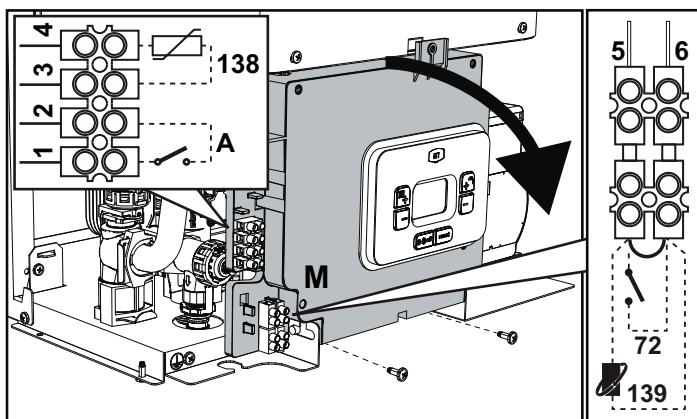
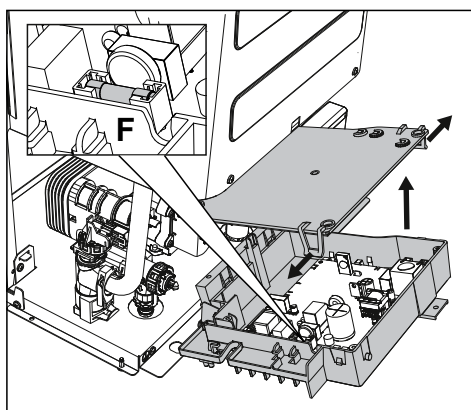

fig. 18
fig. 19
Dopo aver tolto il pannello frontale (sez. "Apertura del pannello frontale" a pag. 33) è possibile accedere alle morsettiere (M) e al fusibile (F) seguendo le indicazioni descritte di seguito (fig. 18 e fig. 19). I morsetti indicati nella fig. 18 devono essere a contatti puliti (non 230V). La disposizione dei morsetti per i diversi allacciamenti è riportata anche nello schema elettrico alla fig. 40.
Configurazione Interruttore ON/OFF (A fig. 19)